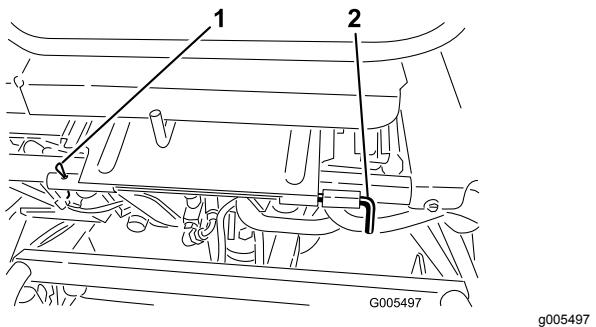

Рисунок 27
3. Опустите сиденье и снимите цилиндрический штифт, который крепит поворотный рычаг сиденья к раме (Рисунок 27).